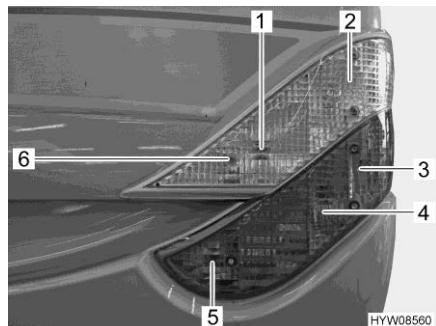

Fig. 205 Luci posteriori (lato anteriore)
- Svitare le sei viti ad esagono cavo (Fig. 205,6).
| | Pos. nella Fig. 205 | Illuminazione esterna | Tipo di lampada ad in- candescenza |